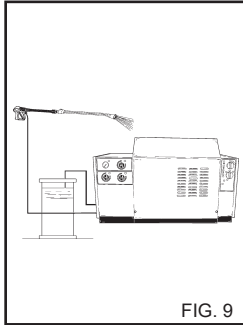

FIG. 9
3) Kun olet käyttänyt pesuainetta, huuhtelee sen syöttöpuoli; aseta pesuaineen imuletku (fig. 9) säiliöön jossa on puhdasta vettä ja anna pumpun käydä 1 minuutin ajan annosteluhana täysin auki ja karkkiosa pesuainesyöttöasennossa. Suorita toimenpide ensin, kun pesuaineen valitsin on asennossa "1" ja tämän jälkeen asennossa "2".
- 5) Kun olet käyttänyt pesuainetta, huuhtelee sen syöttöpuoli; aseta pesuaineen imuletku (fig. 9) säiliöön jossa on puhdasta vettä ja anna pumpun käydä 1 minuutin ajan annosteluhanana täysin auki ja karkiosa pesuainesyöttöasennossa. Suorita toimenpide ensin, kun pesuaineen valitsin on asennossa "1" ja tämän jälkeen asennossa "2".